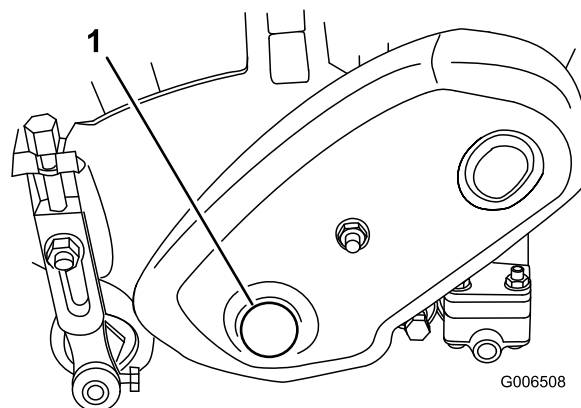

Figura 61
1. Togliete il tappo dal carter del comando del cilindro, a sinistra del gruppo cilindro (Figura 61)